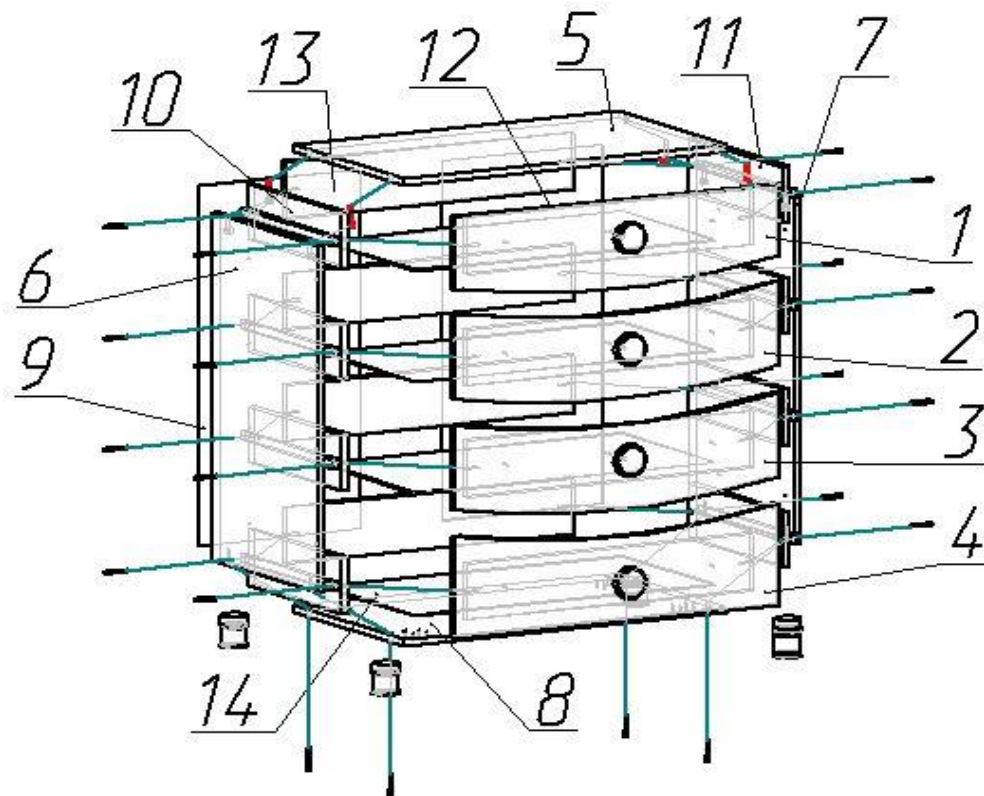

рис. 2
- 3 Соберите корпус комода (рис.2).